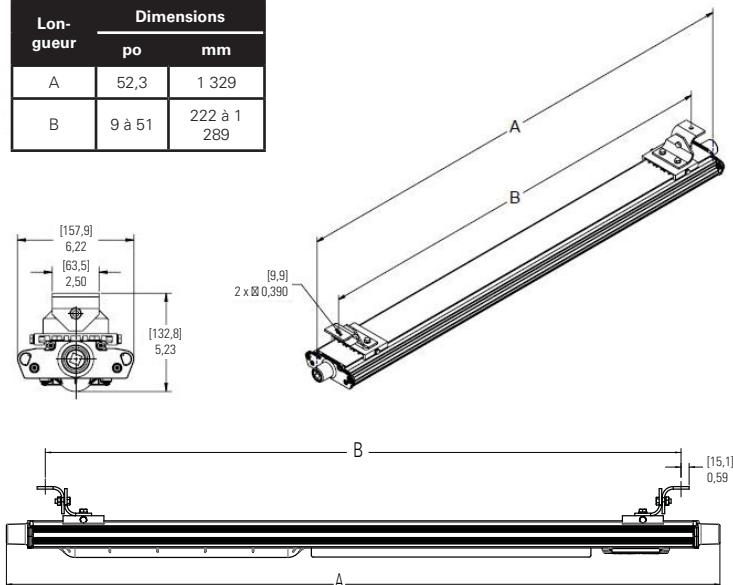

Figure 5. Montage pivotant du DP1050MTK
- Marquer et percer des trous pour fixer les supports pivotants. Utiliser deux (2) boulons de 1/4 po (non inclus) au centre pour centrer les mesures. Espacer les trous des supports pivotants au besoin. Les supports doivent être espacés d'au moins 305 mm (12 po) (voir figure 5).
- Le luminaire peut maintenant être installé. Il est fortement recommandé que deux (2) professionnels qualifiés réalisent le montage final du luminaire, afin d'éviter des blessures corporelles ou des dommages au luminaire.